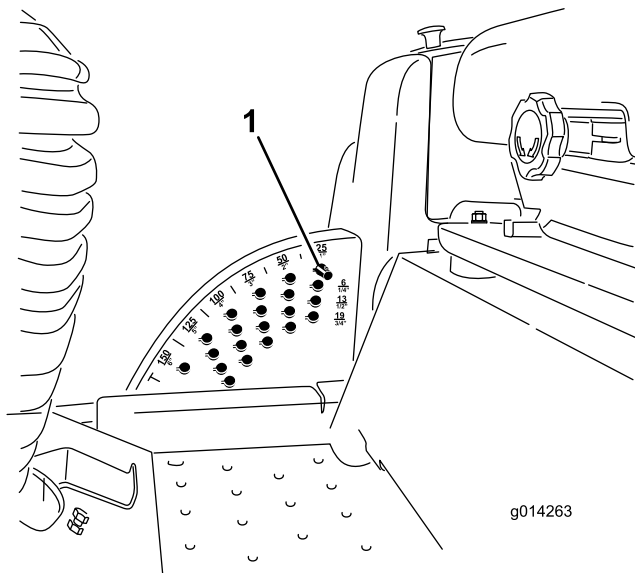

図 18
**注** デッキ（アタッチメント）を上昇位置にロックするには、デッキを 15 cm を超えた高さまで上昇させ、刈高ストップピンを外し（「刈高の調整」を参照）、ピンを 15 cm の刈高位置に差し込みます（図 18）。
1. エンジンが回転している状態で、デッキ昇降スイッチの後側を押し、デッキが完全に上昇したら **直ちにレバーから手を離す** (図 18)。
2. ストップピンについているロールピンを回してピンと刈高設定穴のスロットとが整列したところでピンを抜き取る (図 18)。
3. 刈高ブラケットについている穴から、希望する刈高に対応する穴を見つけ、その穴にピンを通し、ピンを回してロックする (図 18)。
**注** 刈高設定穴は、扇形の外周に一番近い段から全部で4段 (列) あります (図 18)。外周側の列は、外周部に刻印されている通りの刈高の穴です。2 列目の穴は、それぞれ 1 列目プラス 6 mmの刈り高となります。3 列目の穴は、それぞれ 1 列目プラス 12 mmの刈り高となります。一番下の列の穴は、それぞれ 3 列目プラス 18 mmの刈り高となります。刈高 152mm だけは例外で、2列目のはずれにあります。この穴にセットすると 刈高 152mm となります (6mm アップにはなりません)。